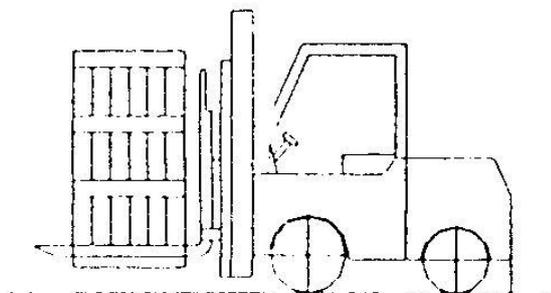

Рис. 3
1. С помощью вилочного погрузчика переместите машину в нужное место, а затем снимите коробку, как показано на рис. 3.